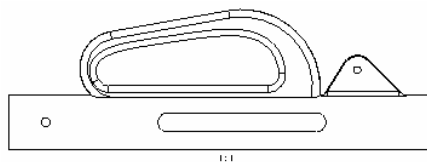
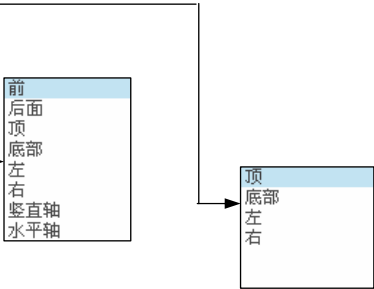
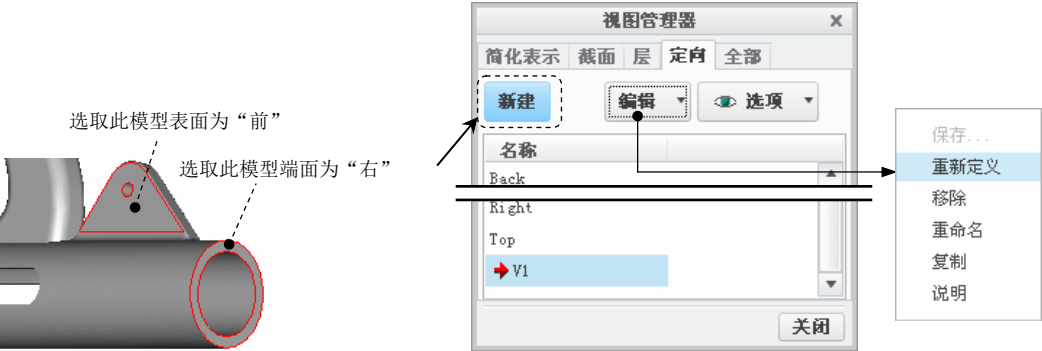

图 10.4.2 主视图
图 10.4.6 “参考”选项
图 10.4.7 模型的定向
下面介绍如何创建 body.prt 零件模型主视图，如图 10.4.2 所示。操作步骤如下：
(3) 图 10.4.2 中所示的主视图已经被切换到线框显示状态，切换视图的显示方法与在建模环境中的方法是一样的，还有另一种方法后面会详细介绍。
② 单击对话框中“参考 1”旁的箭头 ▾，在弹出的方位列表中，选择“前”选项（图 10.4.6），再选择图 10.4.7 中的模型表面。这一步操作的意义是使所选模型表面朝向前面，即与屏幕平行且面向操作者。
(2) 定义放置参考 2。单击对话框中“参考 2”旁的箭头 ▾，在弹出的方位列表中，选择“右”，再选取图 10.4.7 中的模型表面。这一步操作的意义是使所选模型表面朝向屏幕的右边。此时模型按前面操作的方向要求，以图 10.4.2 所示的方位摆放在屏幕中。